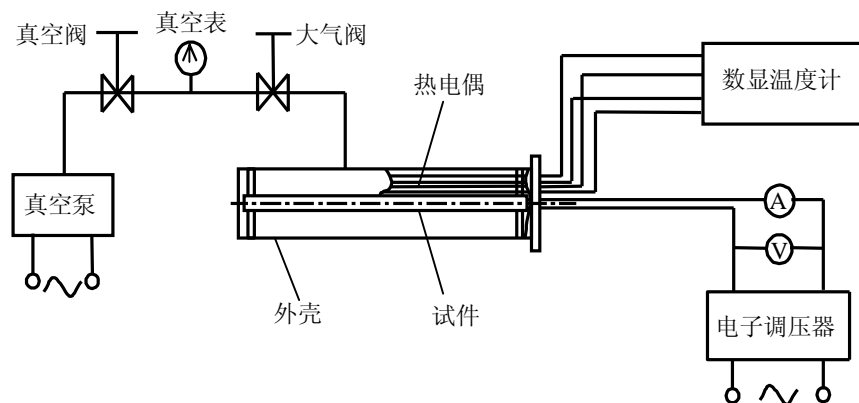

图 4-1 辐射传热实验装置简图
本体是由圆柱管的试件及外壳组成。试件外径为 $\phi 25\text{mm}$ ，管长 270mm 。外壳内径为 $\phi 99\text{mm}$ ，管长 270mm 。本实验装置的外壳内表面黑度取 $\varepsilon_2=0.6$ 。具体测量原理及装置参见图 4-1。
- 1、将所用的仪表及测量仪器按图 4-1 连接好，经指导老师同意，开启电源。